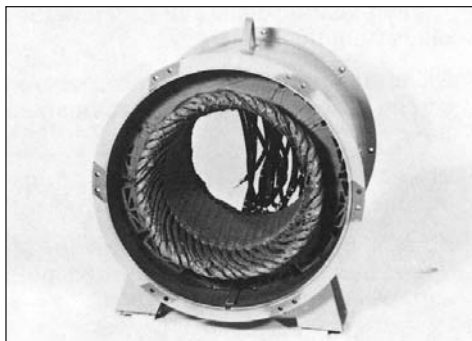

Figura 6-51
1. Limpie el polvo y la mugre del embobinado y del armazón del estator (ver figura 6-51 y sección 5).